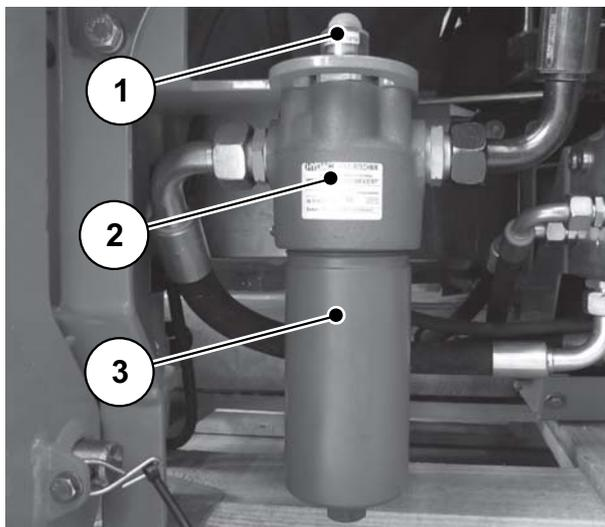

Bild 9.38: Hydraulik Druckfilter
Um einen langen und störungsfreien Betrieb zu gewährleisten, empfehlen wir die Verwendung eines Hydraulik Druckfilters (Bild 9.38), ist der Hydraulik Druckfilter verschmutzt muss die Filterpatrone durch eine neue Filterpatrone ersetzt werden.
Um eine Verschmutzung zu erkennen, ist am Druckfilter (Bild 9.38) eine Verschmutzungsanzeige (Bild 9.38 Position 1) angebracht.
1. Lösen Sie den Filtertopf (Bild 9.38 Position 3) mit einem Schraubenschlüssel SW24
4. Filtertopf und Filterkopf (Bild 9.38 Position 2) im Bereich des Gewindes und der Dichtfläche reinigen und auf mechanische Beschädigungen untersuchen.
6. Schrauben Sie den Filtertopf (Bild 9.38 Position 3) mit dem Schraubenschlüssel SW24 bis auf Anschlag ein und drehen den Filtertopf eine viertel Umdrehung zurück.